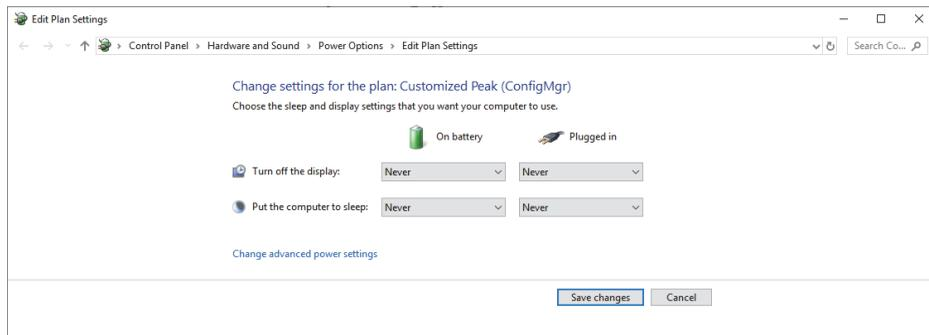

Figura 1-4 La finestra di dialogo Edit Plan Settings
- b) Nella finestra di dialogo **Edit Plan Settings** (Modifica combinazioni per il risparmio di energia), configurare i parametri **Turn off the display** (Disattivazione schermo) e **Put the computer to sleep** (Sospensione computer) come **Never** (Mai) [vedi Figura 1-4 a pagina 26].